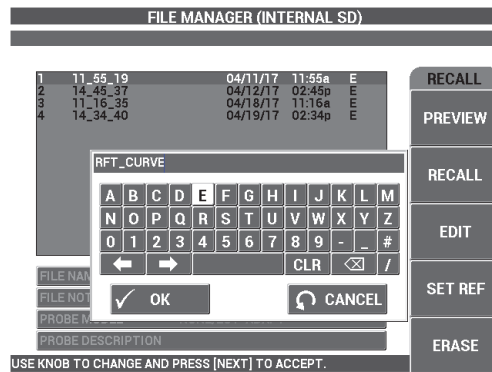

Abbildung 5-217 Umbenennen der Datei
5. Nennen Sie die Datei im Textbearbeitungsfeld wie folgt um: **RFT_CURVE** (siehe Abbildung 5-217 auf Seite 300). (Wählen Sie mit dem Drehknopf die Zeichen aus und drücken Sie die Taste FULL NEXT ()^(→), um jedes Zeichen zu bestätigen.)